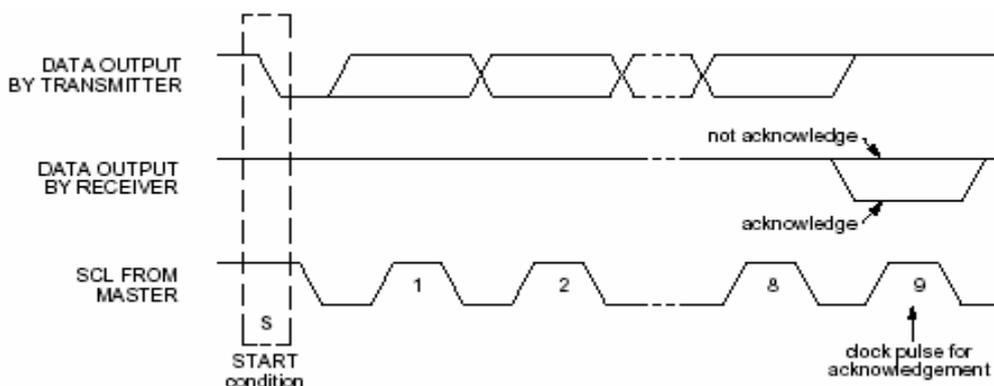

图 3
2) BL55076 是 I2C 总线从接收器，它不会主动向 I2C 主控器发送数据，其唯一发送的是每接收完 8 个比特后的第 9 位确认位（见图 3），亦即在第 9 个 SCL 脉冲到来前将 SDA 拉低。